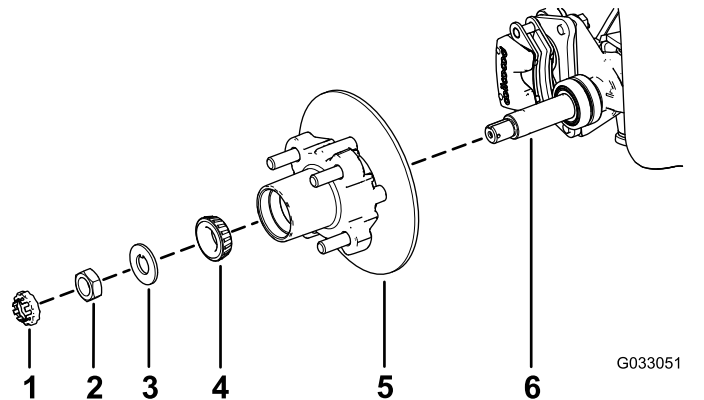

Bild 27
1. Fetten Sie die Spindel leicht mit der angegebenen Fettsorte ein (Bild 27).
2. Montieren Sie die Radnabe und den Drehzylinder an der Spindel mit dem Drehzylinder innen (Bild 27).
3. Montieren Sie das Außenlager an der Spindel und setzen das Lager auf den äußeren Lagerring (Bild 27).
4. Legen Sie die Nasenscheibe auf die Spindel (Bild 27).
5. Schrauben Sie die Spindelmutter auf die Spindel und ziehen Sie die Mutter auf ein Drehmoment von 15 N·m an, während Sie die Radnabe drehen um das Lager zu fixieren (Bild 27).
2. Fluchten Sie die Bremsbeläge mit jeder Seite des Drehzylinders (Bild 23) und die Löcher in der Bremsbackenhalterung mit den Löchern im Bremsenhalter des Spindelrahmens aus (Bild 27).